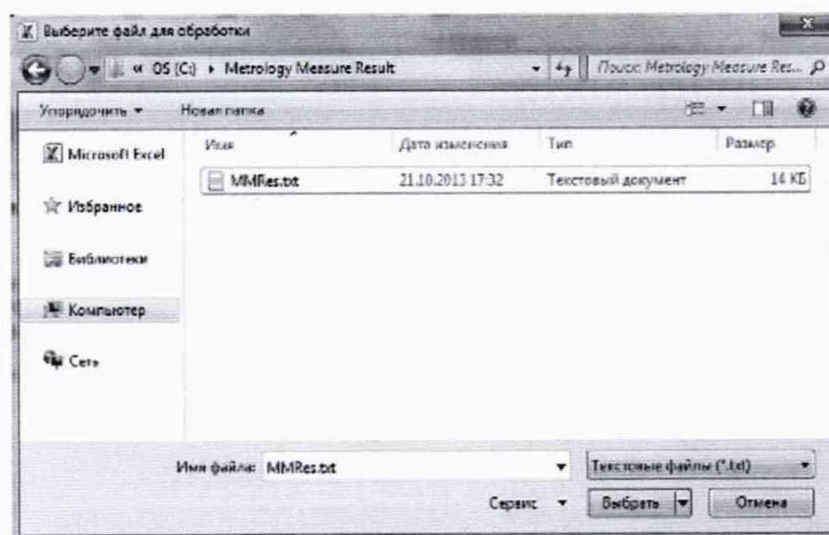

Рисунок 18 – Выбор файла MMRes.txt с результатами измерения электрических параметров системой
7.5.4 После завершения процесса измерения системой, открыть файл «Протокол поверки.xlsx». Нажать кнопку «Импорт» и в появившемся окне выбрать файл с результатами измерений системы (Main Disk (C:) → Metrology Measure Result → MMRes.txt → Открыть) рисунок 18. После этого в файле автоматически заполнится столбец «Показания измерения СИ SPEA 40XX».